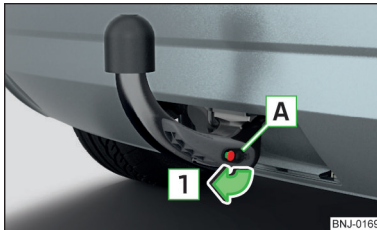

Abb. 149
- Die Kappe **A** vom Schloss in Pfeilrichtung **1** » Abb. 149 abnehmen.